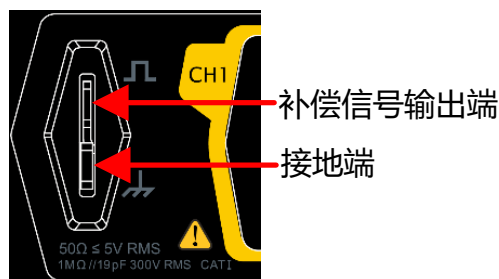

图 4.10 使用补偿信号
2. 将探头的接地鳄鱼夹连接至 图 4.10 所示的“接地端”。
3. 使用探头连接示波器的通道 1 (CH1) 输入端和 图 4.10 所示的“补偿信号输出端”。